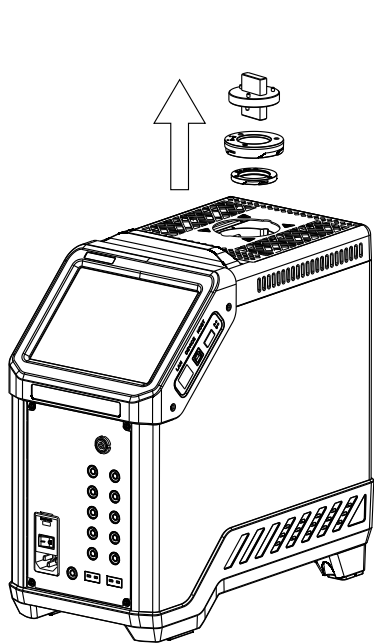

图 3 移除大、小适配环
2. 使用适配环紧固工具拆下炉口大适配环和小适配环, 见图3;